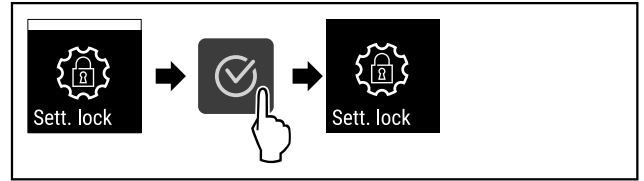

Fig. 70
- ▶ Suivre les étapes (voir Fig. 70).